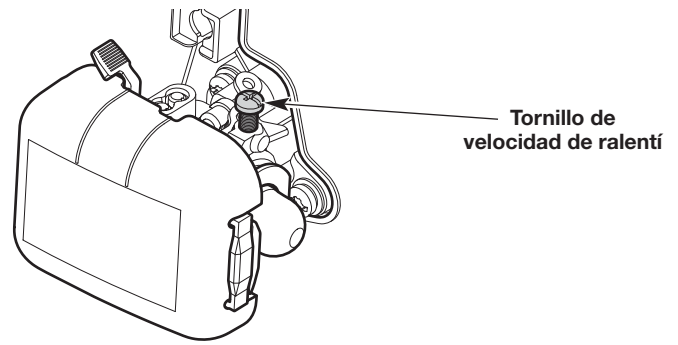

Fig. 8
2. Suelte el control del acelerador y deje que el motor funcione en ralentí. Si el motor se para, aumente la velocidad de ralentí. Use un destornillador Phillips pequeño para girar el tornillo de velocidad de ralentí en el sentido de las agujas del reloj, 1/8 de giro cada vez hasta que el motor funciona al ralentí de manera uniforme (Fig. 8).